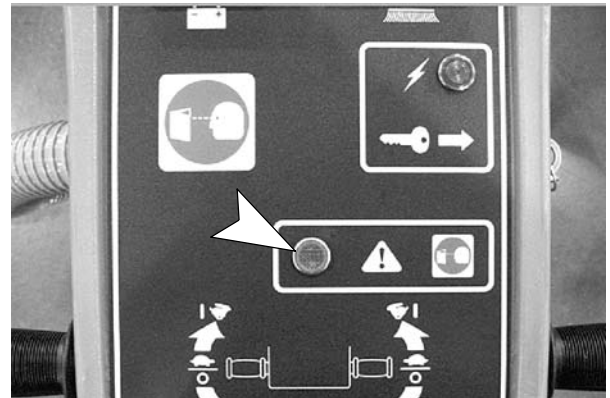

FIG. 13
1. La máquina tiene una lámpara indicadora del cepillo de carbón de color ámbar que se encenderá cuando sea necesario sustituir los cepillos de carbón del motor impulsor de la almohadilla (Figure 13). Consulte la sección de MANTENIMIENTO CADA TRES MESES.